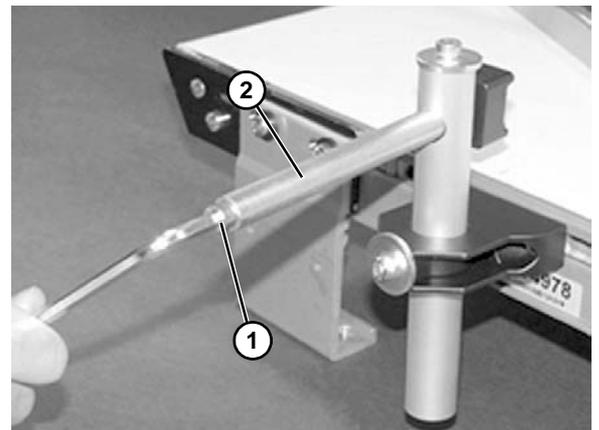
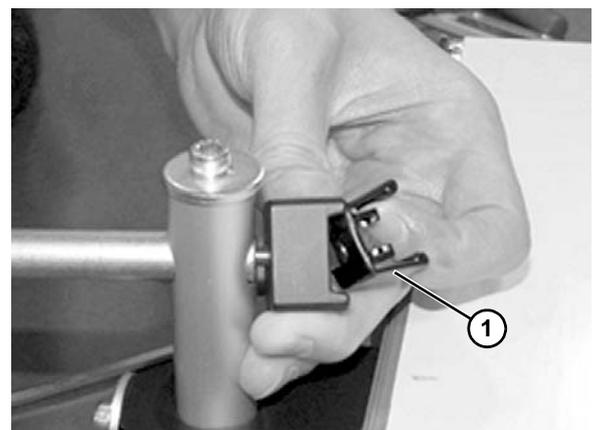
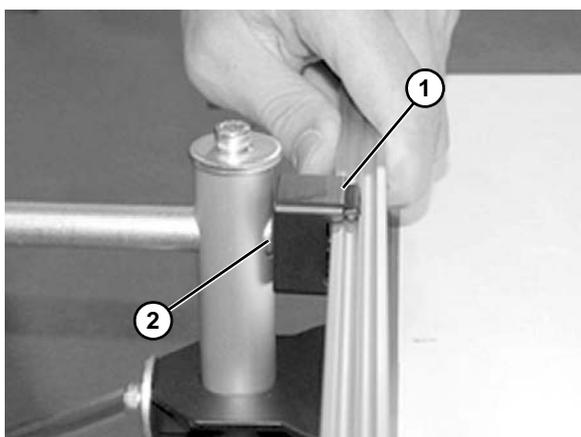

Abbildung 18
Abbildung 19
Abbildung 21
3. Schraube (Abbildung 18, Teil 1) am Wellenende (Abbildung 18, Teil 2) lösen, um die Klammer abzunehmen (Abbildung 19, Teil 1).
5. Klammer (**Abbildung 21, Teil 1**) wieder zusammensetzen und an der Welle (**Abbildung 21, Teil 2**) befestigen. Schraube (**Abbildung 18, Teil 1**) am Wellenende festziehen.